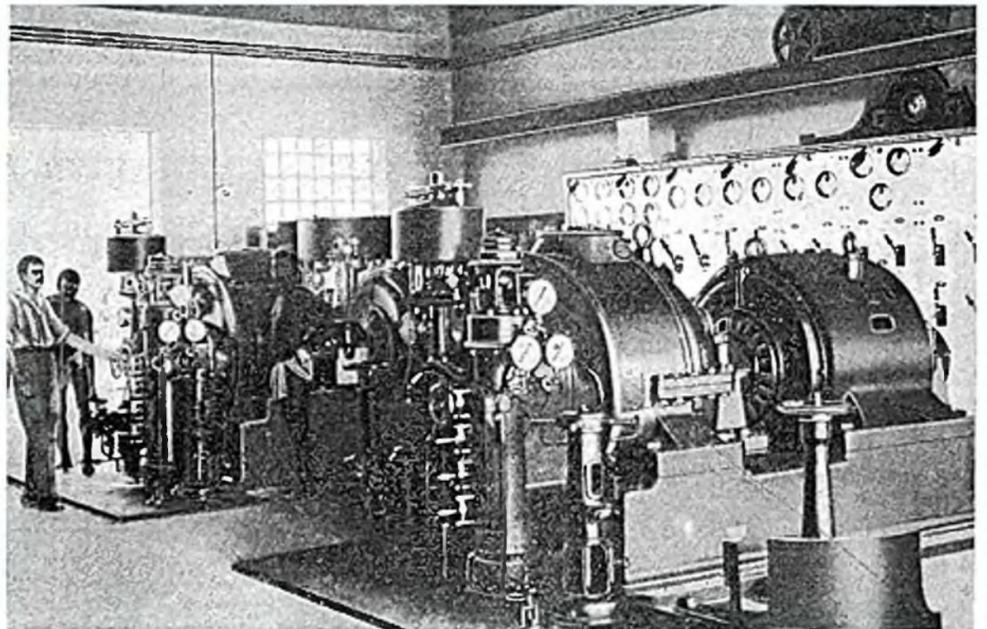

Рис.32. Помещение мощного машинного генератора радиостанции Камина в Того. 1914 г.
Радиостанция Камина вначале была береговой радиостанцией и обслуживала суда в Гвинейском заливе. Ее бюджет устанавливался рейхстагом, в 1912 году составлял 161 тысяч немецких марок. С приобретением регионом стратегического значения, было решено преобразовать радиостанцию в связную радиотелеграфную (TW) станцию. С 12 июня 1913 года радиостанция принадлежала Обществу с ограниченной ответственностью «Беспроволочного телеграфирования». До Первой мировой войны радиостанция осуществляла регулярный и непрерывный обмен информацией с Германией и ее колониями. На радиостанции использовался мощный машинный генератор, рис.32. Радиоцентр Камина находился недалеко от города Атакроме около участка железной дороги в глубоком тылу Того. Приемная антенна была подвешена на 3 башнях высотой 75 м и одной башне высотой 120 м.